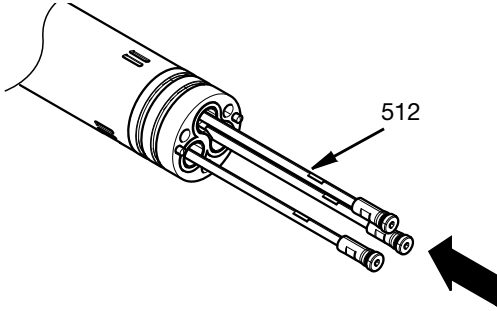

FIG. 29
9. Mil kapatma valflerini (512) adaptör aracılığıyla orta gövdeye yerleştirin. Bkz. FIG. 29.